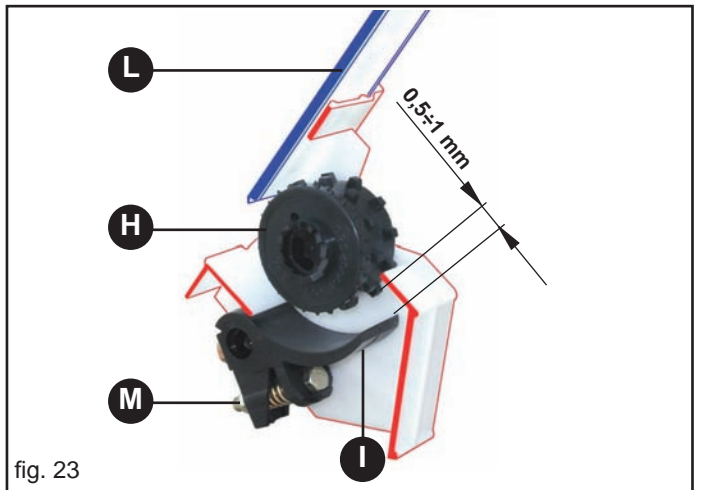
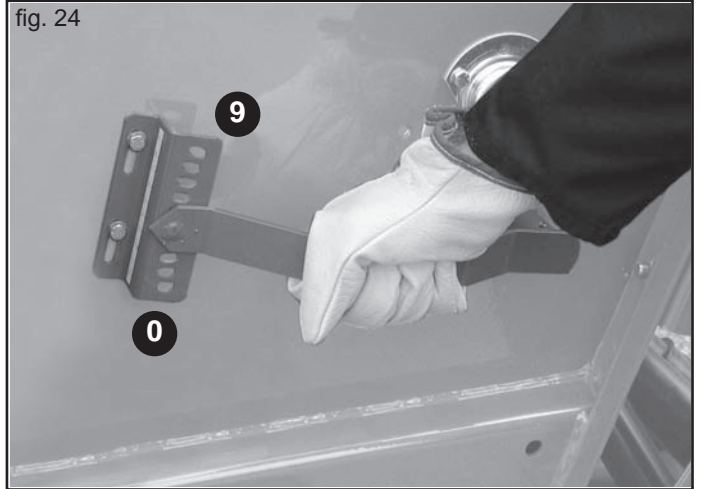

fig. 23
fig. 24
Las planchas de cierre de las bocas (L Fig. 23) de salida de las semillas de la tolva tienen **tres posiciones** de regulación (Fig. 21):
Antes de comenzar la siembra, en base al tipo de semilla, habrá que elegir el tipo de rodillo de distribución más adecuado (H Fig. 23). La máquina está preparada con los rodillos para semillas pequeñas, medianas y grandes. Seleccione el tipo de rodillo distribuidor según las indicaciones mencionadas en la Tabla 4.
La palanca de regulación de los palpadores (Fig. 24) se encuentra en el flanco izquierdo de la máquina y actúa sobre una escala graduada de entre 0 y 9 posiciones. En relación al tipo de semilla que se utiliza, se deberá situar la palanca en base al número apuntado en la tabla de siembra. Los palpadores (I fig. 23) colocados correctamente aseguran una distribución fluida y constante de las semillas.
Para lograr una perfecta distribución de la semilla controlar periódicamente la posición de los palpadores (I): con la palanca (Fig.24) en posición 1, con la tuerca (M) ajustar la distancia entre el palpadores y el rodillo distribuidor (H) a $0,5 \div 1$ mm (Fig. 23).